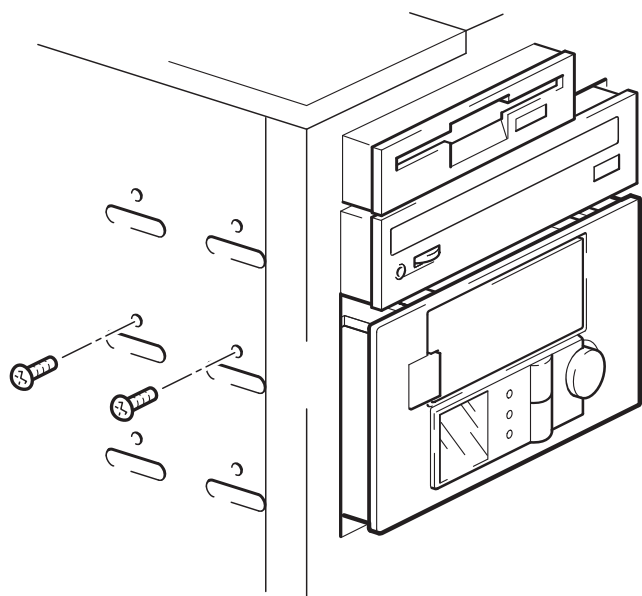

Figura 10b: fixar o autoloader sem hardware de montagem
- 1 Fixe o autoloader no lugar. Verifique se os orifícios do chassi estão alinhados com os orifícios nas laterais do autoloader e use os parafusos fornecidos com o kit de trilho para fixar a unidade, conforme mostra a figura 10b.